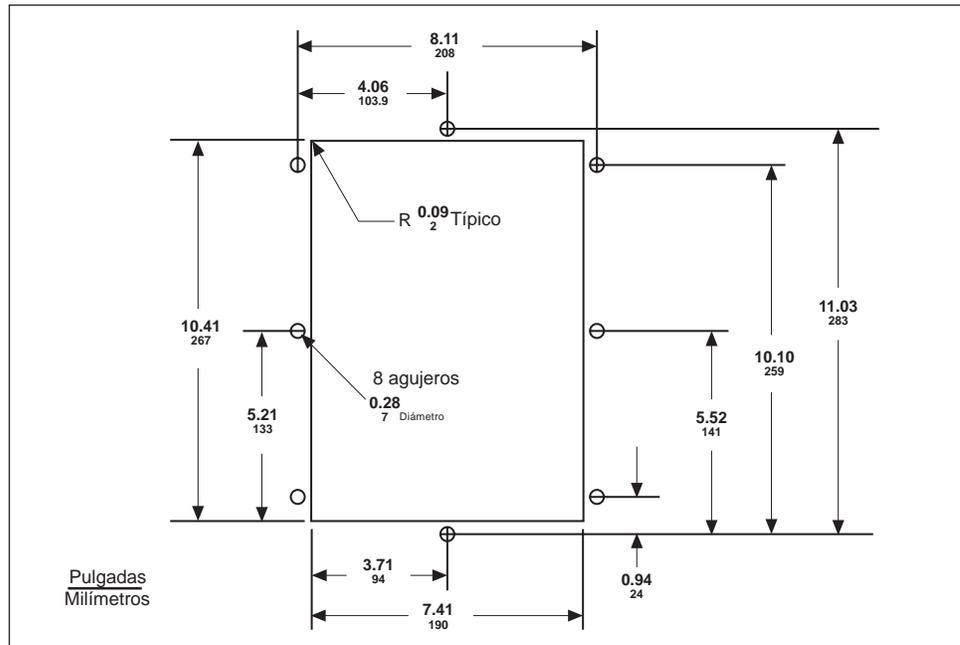

Figura 3-2: Preparación del tablero
1. Prepare los agujeros de montaje y el corte. Consulte la figura 3-2 para determinar las dimensiones exactas.